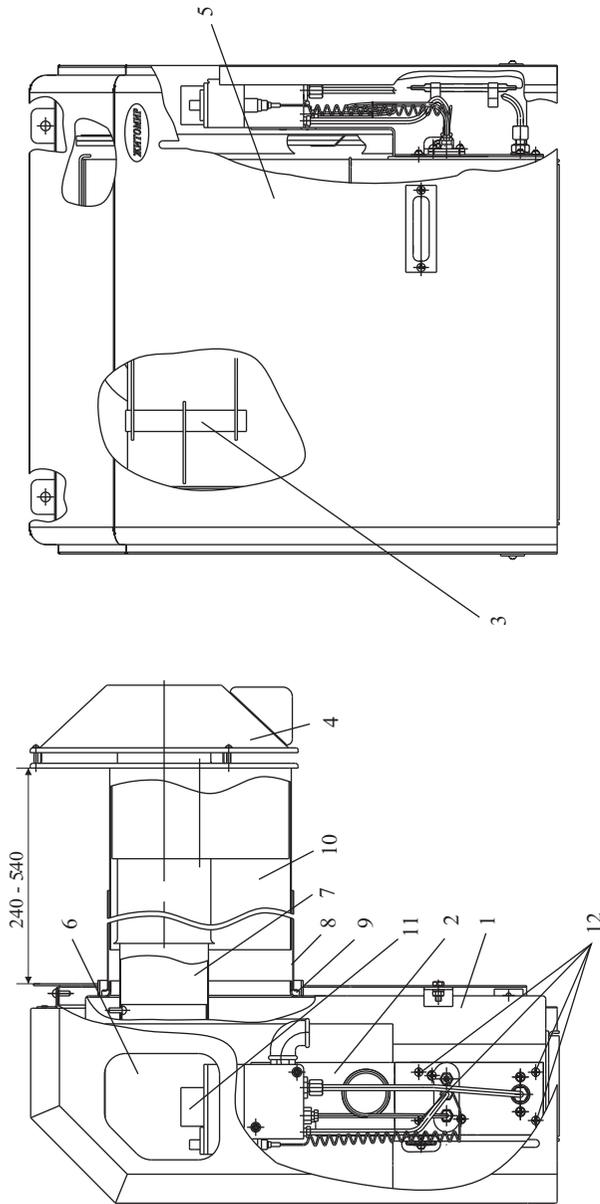

Рис. 1. Устройство конвектора
5.1. Конвектор (рис. 1) состоит из таких основных частей: корпуса с герметичной камерой сгорания, дымовоздушного блока, газогорелочного устройства, крышки, закрывающей верхний проем, облицовочного кожуха. Для обеспечения герметичности камеры сгорания конвектора между корпусом и дымовоздушным блоком, газогорелочным устройством, крышками установлены прокладки из базальтового картона.
6.3. **Установка конвектора должна выполняться в соответствии с требованиями норм и стандартов, действующих в стране Покупателя, а также в соответствии с таблицей 3, в такой последовательности: (см. рис. 1,2)**